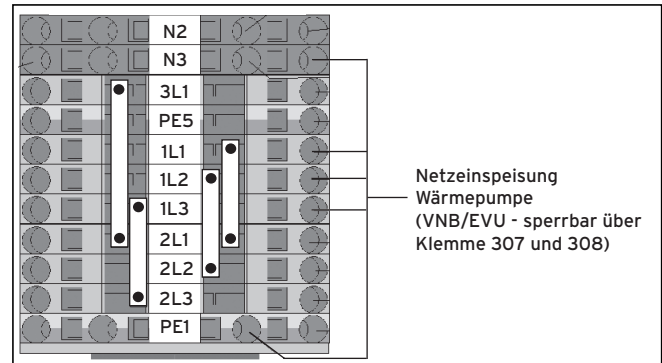

Abb. 8.1 Netzananschlussklemme ungesperrte Netzeinspeisung (Anlieferungszustand)
- Verbinden Sie die Netzananschlussleitung mit den entsprechenden Anschlüssen der Netzananschlussklemme je nach Tarif (siehe Abbildung 8.1 bis 8.3).